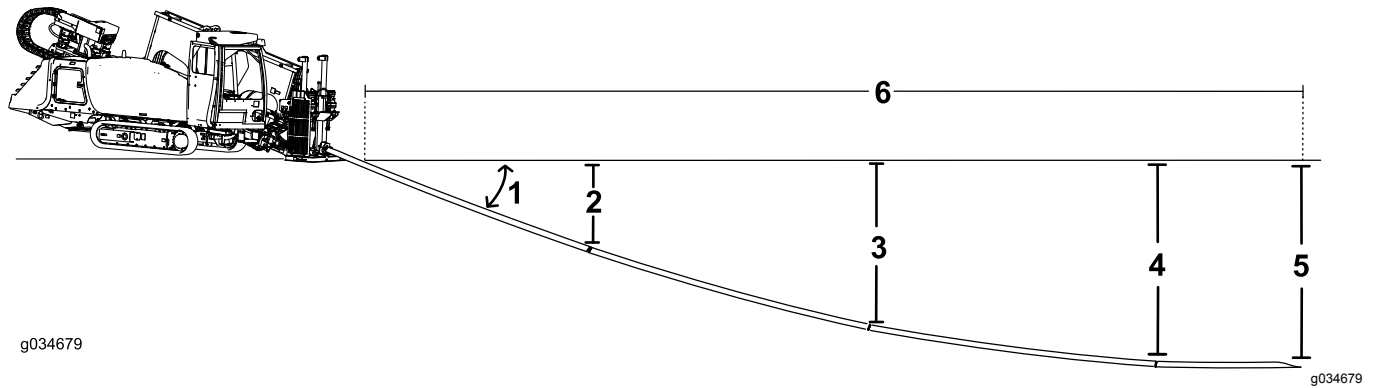

Bild 32
- Senken Sie die ersten 3 m der Bohrkronen bzw. des Rohrs ohne Lenkung in den Boden. Das Ende der Bohrkronen befindet sich in 53 cm Tiefe (Bild 32).